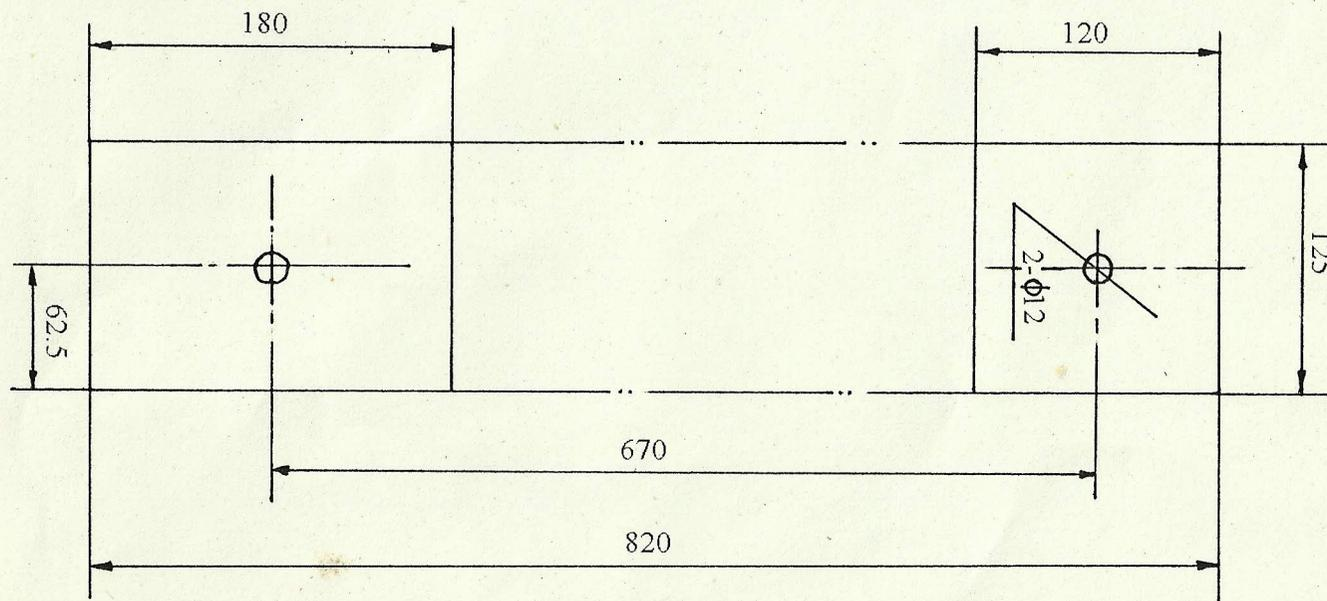

Fig. 3: Schema d'installation
2. Le tour devra être installé sur un socle rigide et fixé avec des vis et des écrous. Pour les dimensions du socle et des trous de fixation voir le "SCHEMA D'INSTALLATION" (Fig. 3).